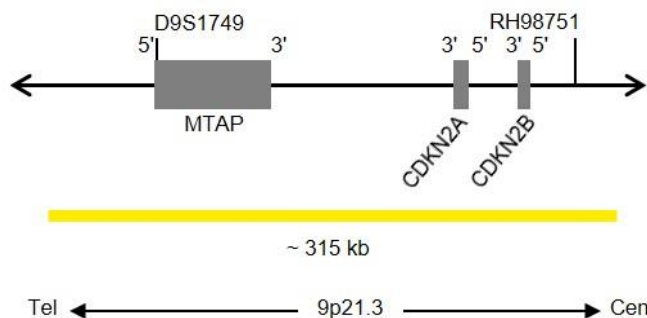

Fig. 1 : Carte de la sonde SPEC CDKN2A (pas à l'échelle)
- Polynucléotides marqués au ZyGold (excitation 532 nm/émission 553 nm) (~5,5 ng/μl), qui ciblent une séquence de 9p21.3* (chr9:21,742,629-22,056,853) hébergeant la région du gène CDKN2A (voir figure 1).